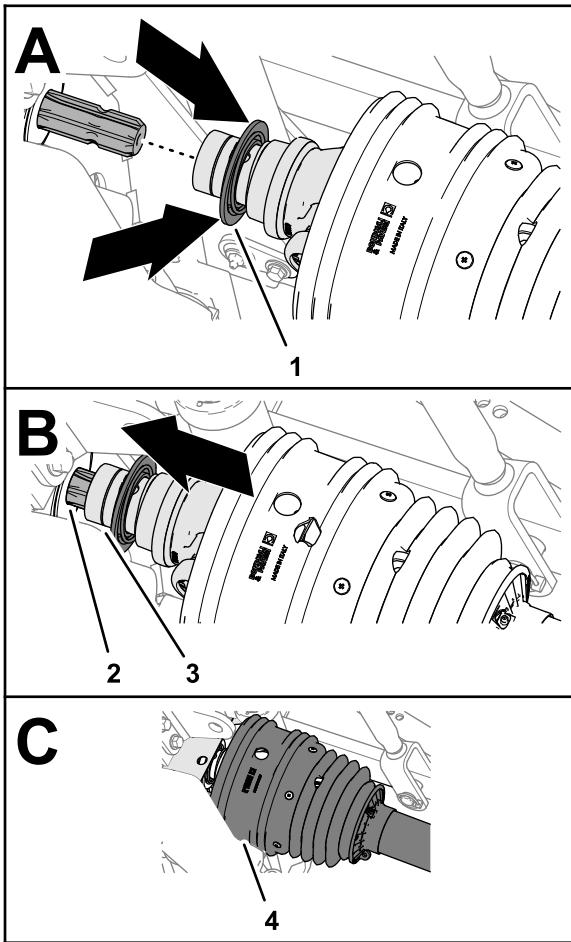

Figura 31
2. Tire hacia atrás del collarín de bloqueo del enganche de conexión rápida (Figura 31).
3. Mientras tira hacia atrás del collarín de bloqueo, tire de la horquilla del árbol de transmisión de la TDF hacia delante y deslice el conector del enganche sobre las acanaladuras del eje de salida de la TDF (Figura 31).
5. Asegúrese de que el protector está colocado sobre la horquilla del árbol de transmisión (Figura 31).